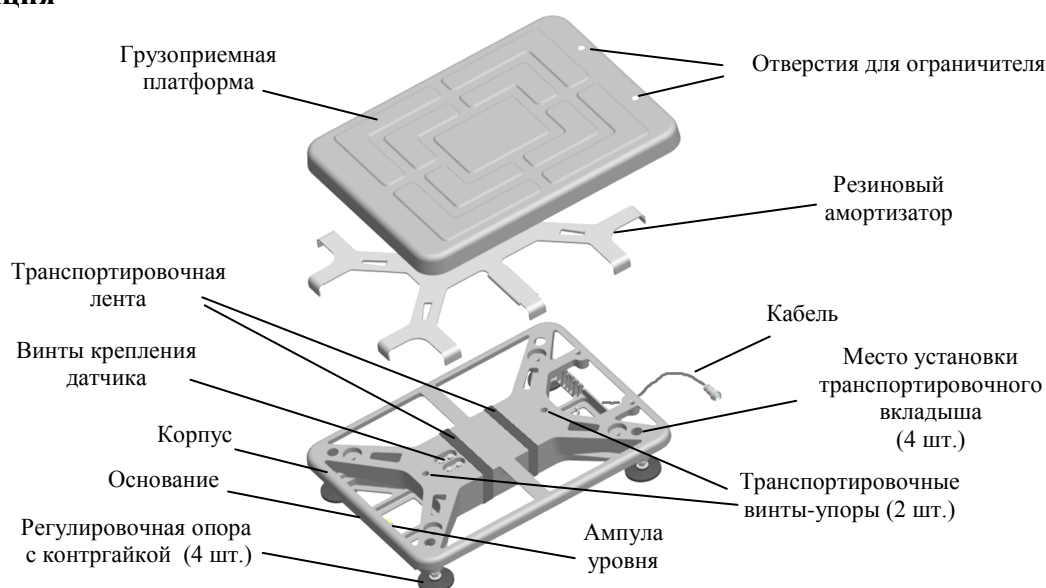
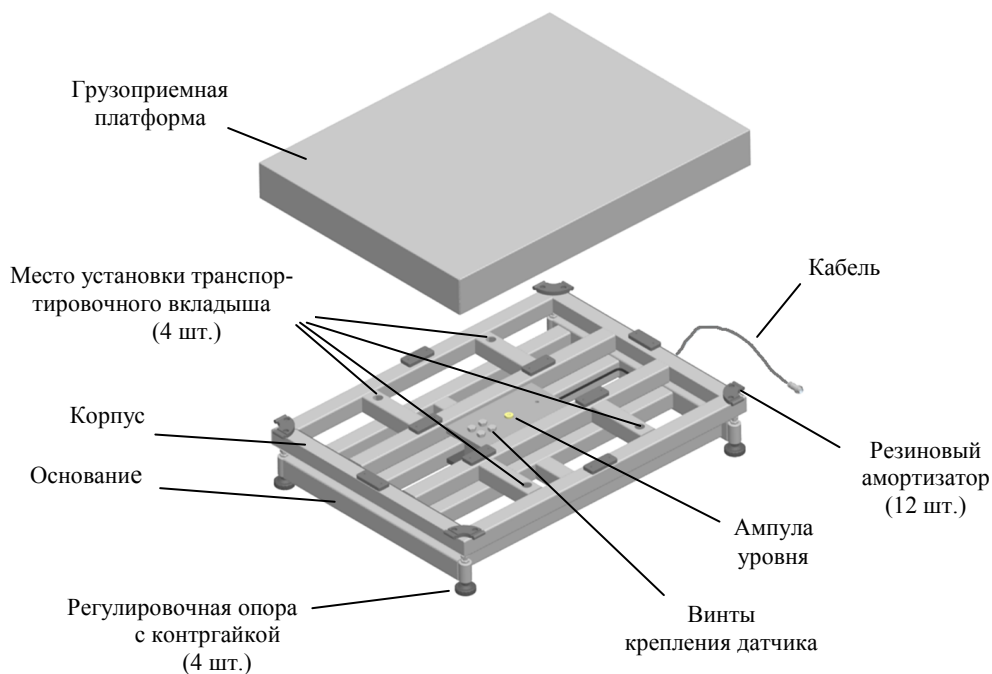

Рис. 4.1 - Модуль взвешивающий ТВ-S_
Рис. 4.2 - Модуль взвешивающий ТВ-М_
5.2 Снять грузоприемную платформу. Вынуть транспортировочные вкладыши (Рис. 4.1, Рис. 4.2).
5.5 Установить весы на твердой ровной поверхности. При помощи регулировочных опор выставить весы по ампуле уровня таким образом, чтобы пузырек воздуха находился в центре ампулы. При необходимости, затянуть контргайки регулировочных опор (Рис. 4.1, Рис. 4.2).